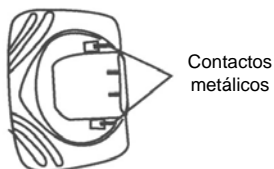
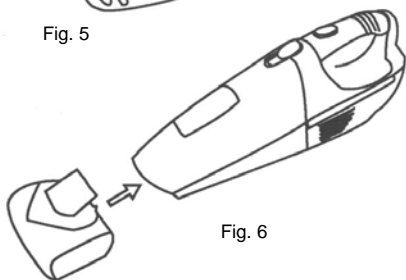

Fig. 5
Fig. 6
3. Inserte firmemente el cepillo eléctrico (Fig. 5) dentro de la boquilla de succión del recipiente para la tierra asegurándose de que los contactos toquen las ranuras de conexión de la unidad. (Fig. 6). Este cepillo eléctrico es para aspirar alfombras bajas o tapetes.